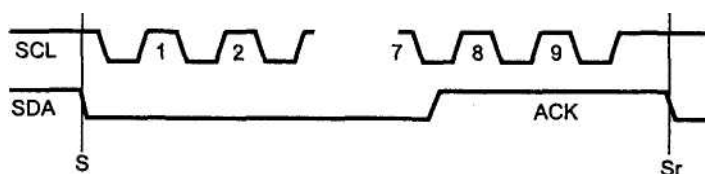

Рис. 11.2. Временная диаграмма байта Start
- ♦ Байт Start предназначен для облегчения программной реализации протокола PC (для функций ведомых устройств, не имеющих полной аппаратной реализации протокола). На байт *S t a r t* не должно отвечать ни одно устройство. Формируемый сигнал SDA (рис. 11.2) может быть использован как запрос аппаратного прерывания, по которому процессор «вплотную» займется обработкой сигналов PC. До получения этого байта процессор (микроконтроллер) может не отвлекаться на слежение за сигналами интерфейса.